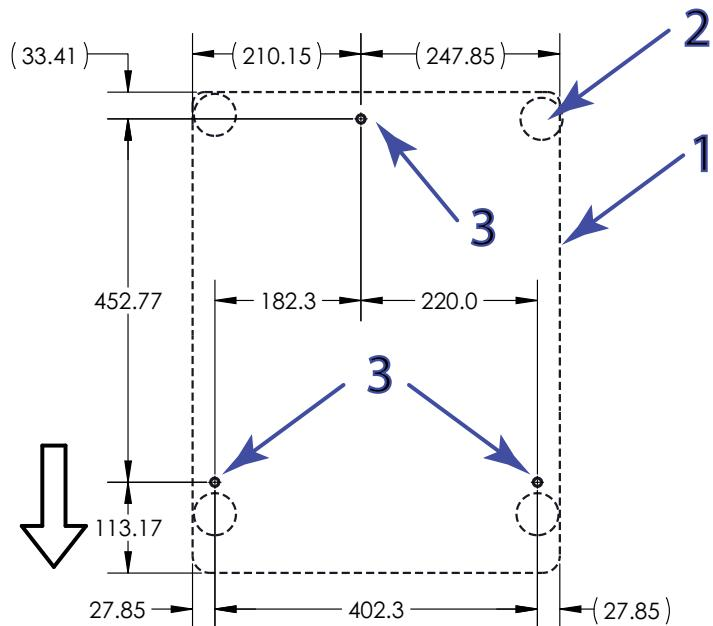

Abbildung 12. Lage der Verankerungspunkte (Ansicht von oben)
Legende für Abbildung 12
1. Siehe Abbildung 12 auf Seite 63 und bohren Sie an den entsprechenden Stellen Löcher in den Tisch, die mit den Verankerungspunkten auf dem Sockel des Prüfrahmens übereinstimmen. Bohrungen mit einem Durchmesser von 15 mm (0.59 Zoll) werden empfohlen.